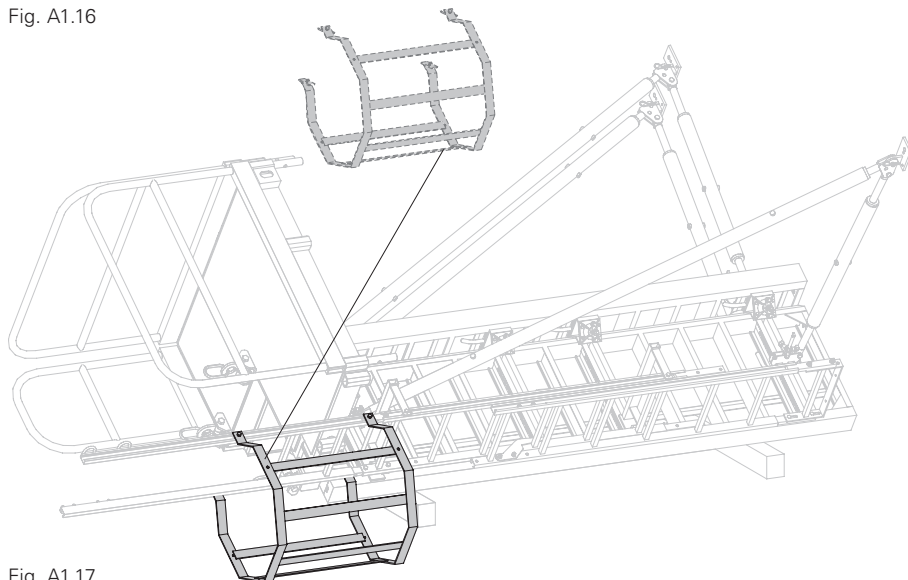

Fig. A1.17
4. Fissare la gabbia di protezione 150 oppure 75 come da progetto con le piastre di fissaggio. A seconda della situazione, fissare includendo i giunti scala. (Fig. A1.17) Distanza libera tra gli elementi della gabbia di protezione  $\leq 30$  cm. Controllo visivo delle piastre di fissaggio. La superficie di contatto deve essere a contatto con il profilo della scala.